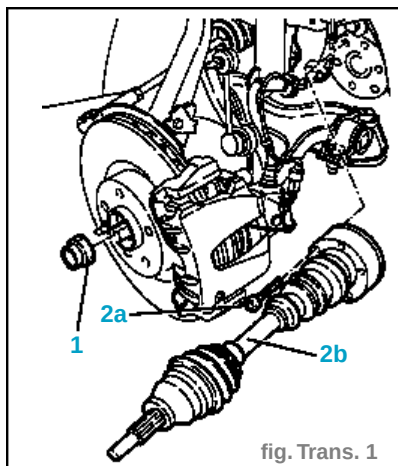

fig. Trans. 1
- Enlever les chanfreinages et dévisser l'écrou (1) du demi-arbre au moyeu de roue. (fig. Trans. 1)